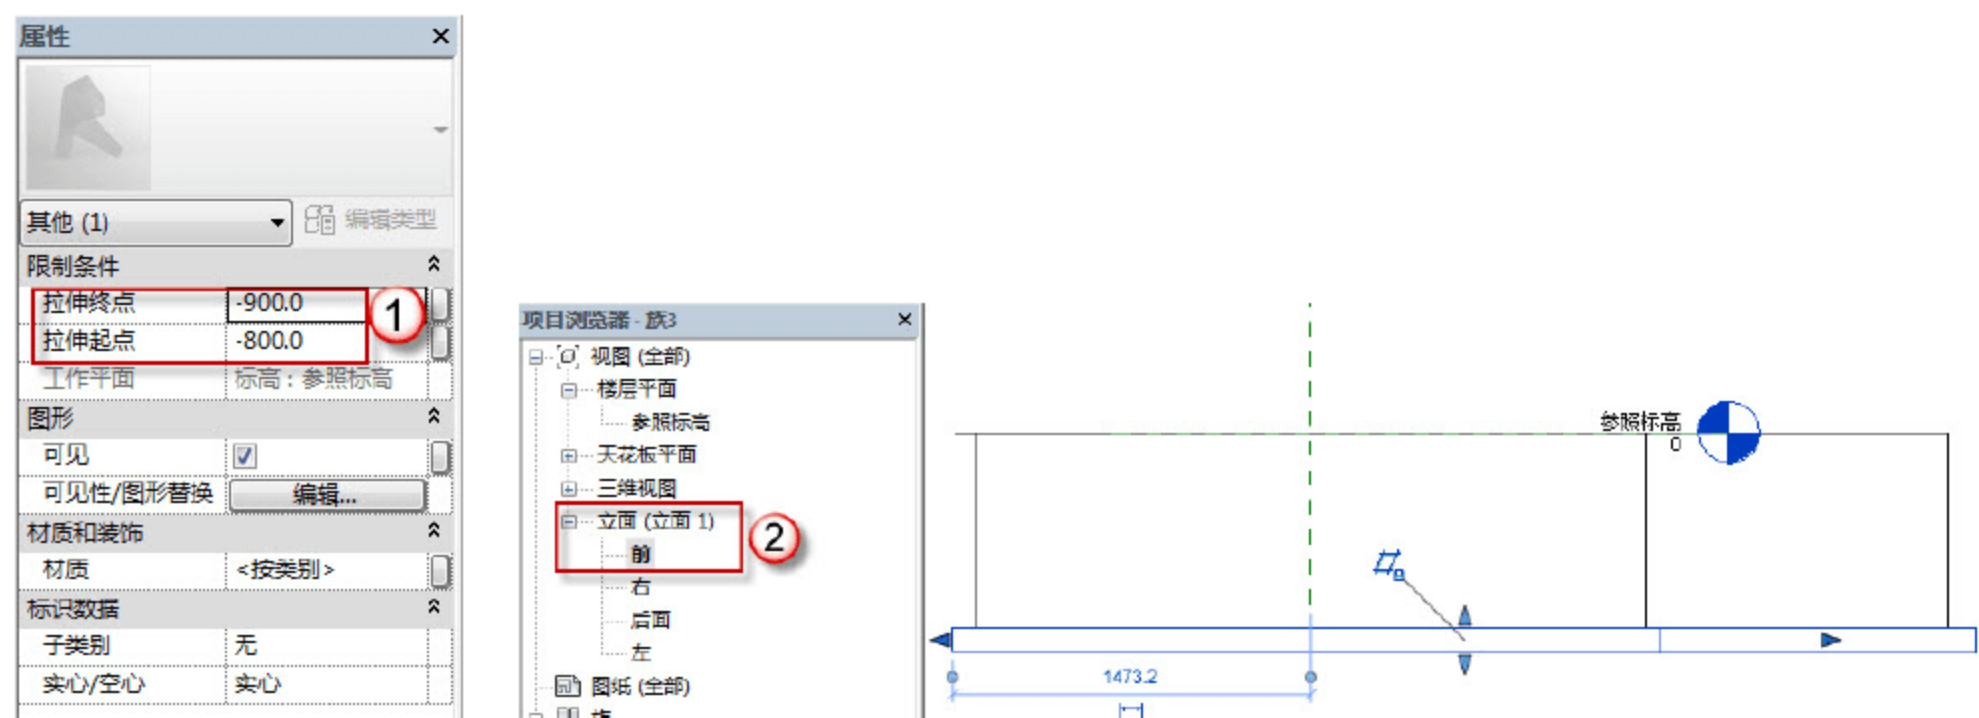

图 2.1.71 定义垫层高度
(7) 定义垫层高度。在“属性”面板中，在“拉伸起点”后输入数值-800，在“拉伸终点”后输入数值-900，在“项目浏览器”面板中选择“立面”→“前”命令，观看承台高度，如图 2.1.71 所示。